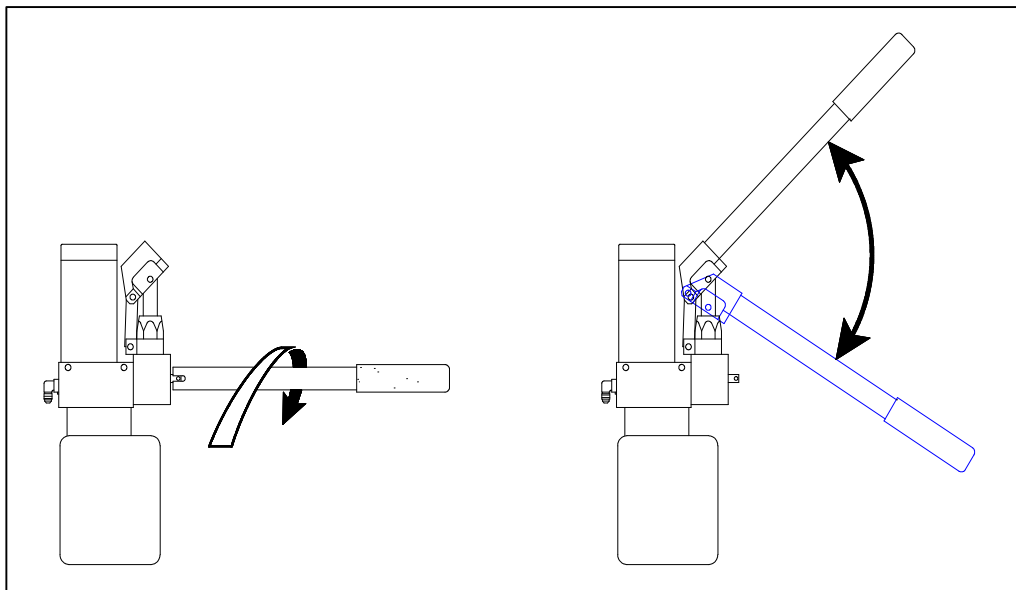

FIGURA 12: ELEVAR A PLATAFORMA
- 1) Consulte a **Figura 12**. Comprove que a válvula de escape da bomba se encontra fechada.